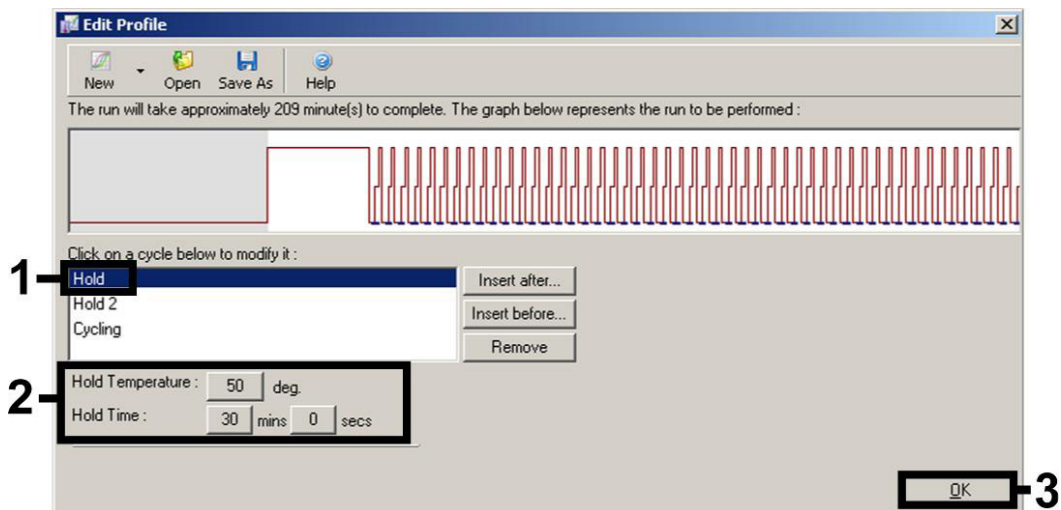

Figur 3. Redigering av profilen. Skjermbilde av *artus* HI Virus-1 QS-RGQ Kit vises som et eksempel.
5. Klikk på knappen "Edit Profile" (Rediger profil) i neste dialogboks i "New Run Wizard" (Veiviser for ny analyse) (figur 3). Programmer passende temperaturprofil for relevant *artus* QS-RGQ Kit som vist i tabell 1, ved bruk av skjermbildeeksemplene i figur 3–6 som en veiledning (skjermbilder for *artus* HI Virus-1 QS-RGQ Kit vises som eksempler).
6. Påvisningsområdet for fluorescenskanalene må bestemmes ifølge fluorescensintensitetene i PCR-rørene. Klikk på "Gain Optimisation" (Forsterkningsoptimalisering) i dialogboksen "New Run Wizard" (Veiviser for ny analyse) (se figur 3) for å åpne dialogboksen "Auto-Gain Optimisation Setup" (Autooppsett av optimal forsterkning). Still kalibreringstemperaturen for å samsvare med hybridiseringstemperaturen til forsterkningsprogrammet, og juster følsomhet for fluorescenskanaler (tabell 2 og skjerm bilde eksempel i figur 7).